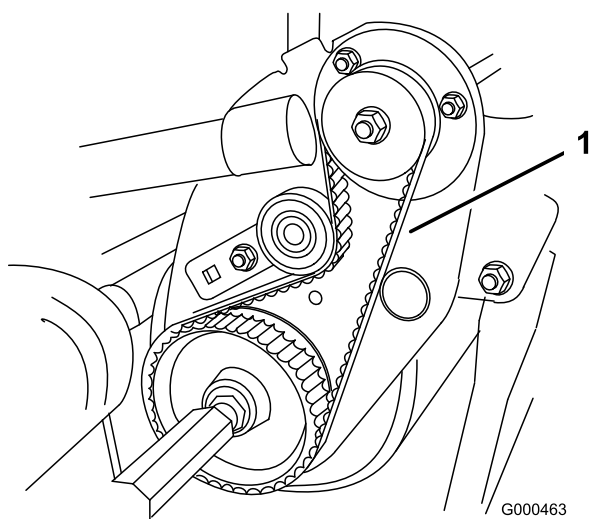

Figura 46
2. Verificate la tensione premendo sulla cinghia (Figura 46) al centro tra le pulegge, applicando una forza di $4 \pm 0,5$ kg. La cinghia deve flettersi di 4,8–7,9 mm. Se la flessione non è esatta, procedete alla voce seguente.